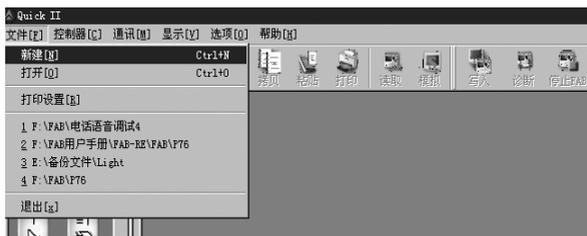

图 4.1 开启新文档
1、欲打开一个新的文件，用鼠标左键单击菜单文件下的新文件选项或单击工具条上的  图标。如图 4.1 所示：